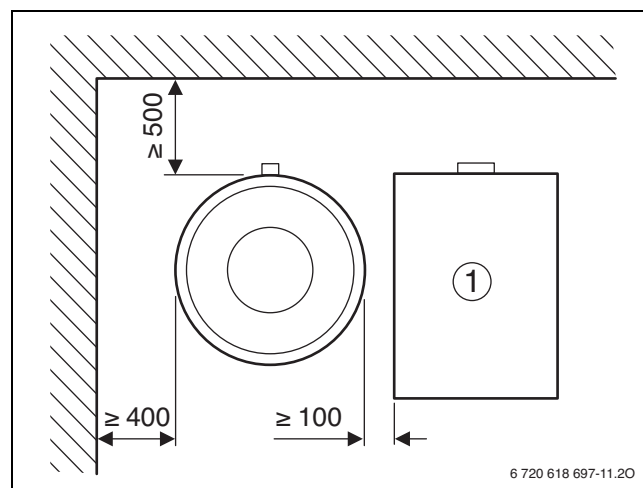

Fig. 6 Distancia mínima a la pared (en mm)
- Mantener la altura mínima y la distancia mínima a la pared en el lugar de emplazamiento (→ tab. 3, pág. 6 y fig. 6).